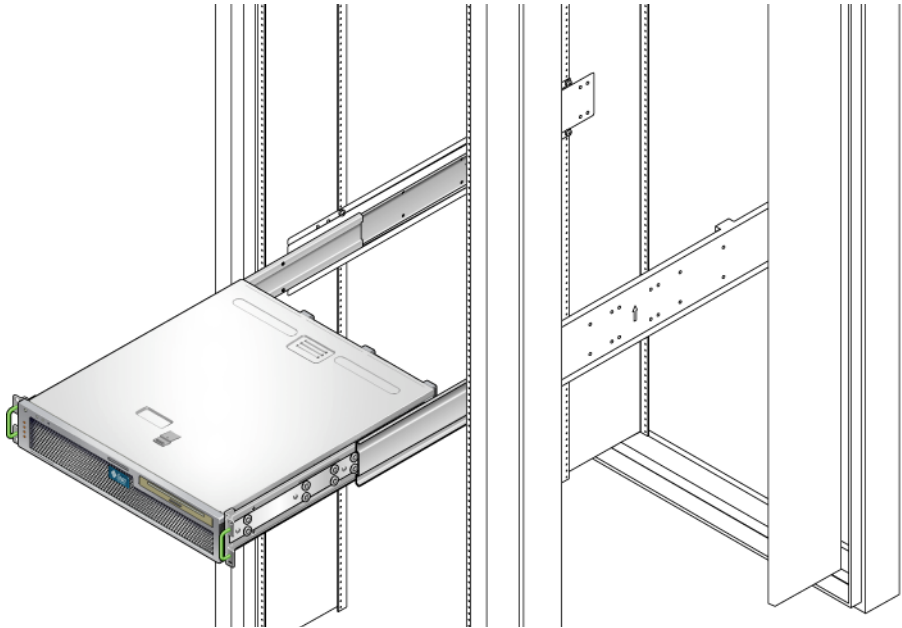

FIGURE 3-12 Coulissement du serveur dans le rack
- Engagez les boutons de la glissière et faites glisser le serveur complètement dans le châssis du rack (FIGURE 3-12).